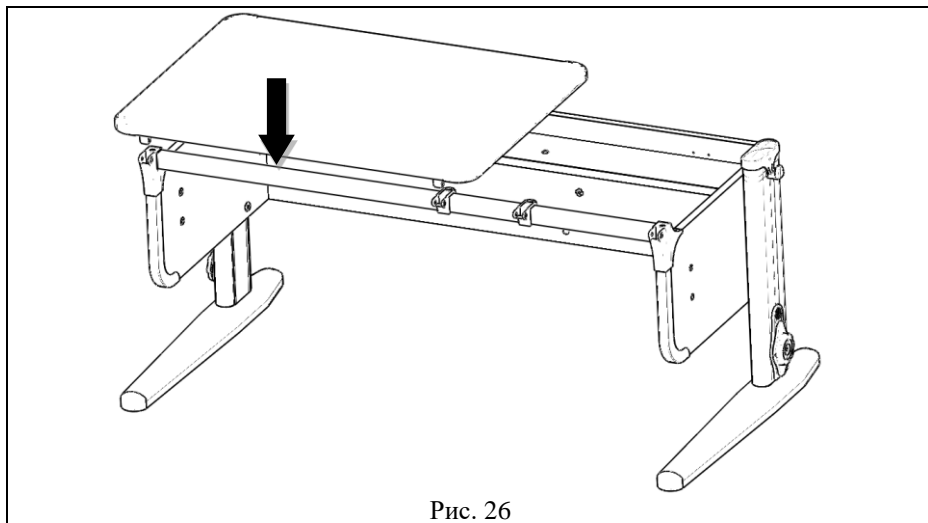

Рис. 26
5.6.1. На основание стола (сборка по п.5.4) положить сверху столешницу (сборка по п.5.5.2), так, чтобы выступы верхних частей шарниров входили в пазы нижних частей шарниров, а оси отверстий совпадали. В отверстия шарниров вставить СУТ.41.001. Ось (поз. 1, пакет № 143) и закрепить при помощи самореза с прессшайбой 4,2x16 (поз. 2, пакет № 143) см. рис. 26, 26а.
Рис. 26а